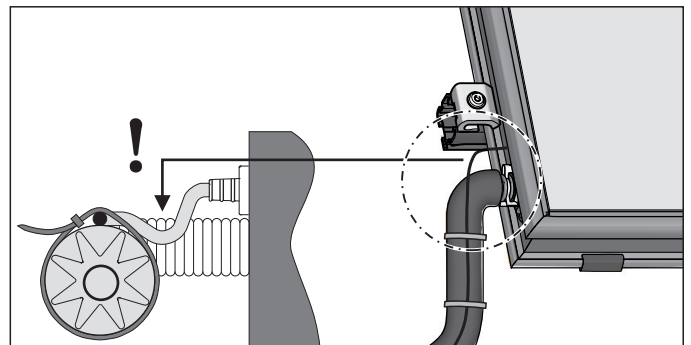

Bild 4-24 Arbeitsschritt 3
- Bei der Kabelführung darauf achten, dass kein Regenwasser zur Einsteckstelle des Fühlers hin ablaufen kann (mit Abtropfbogen verlegen siehe Bild 4-24).